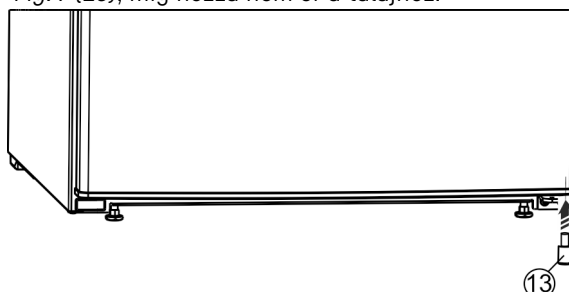

Fig. 9
- A távtartót Fig. 9 (13) helyezze vissza az ajtó jobb oldalának aljára, mivel ez fontos a készülék stabilitásához.